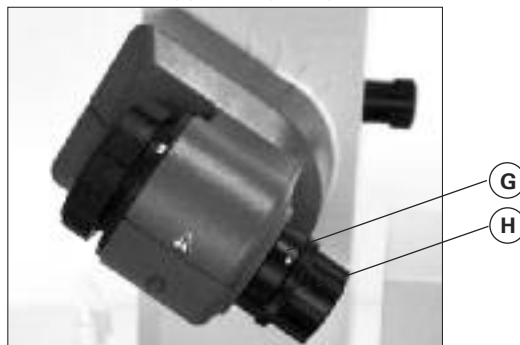

Fig. 9
- ☞ Abra el inmovilizador del cabezal de accionamiento girando éste 60° en el sentido contrario a las agujas del reloj (D), (fig. 9).
La tuerca de plástico (H) sirve como ayuda de empuje para conexiones esmeriladas del matraz (Fig. 9).
- ☞ Sujete el inmovilizador y afloje la tuerca de plástico (H).
- ☞ Sostenga el matraz de evaporación fijo y gire la tuerca de plástico (H) hasta el cuello del matraz de evaporación.
*Nota: Antes de la puesta en marcha, apriete la tuerca de plástico (E) manualmente hacia la izquierda. A este respecto puede retener el bloqueo (D) del tubo de conducción de vapor.*